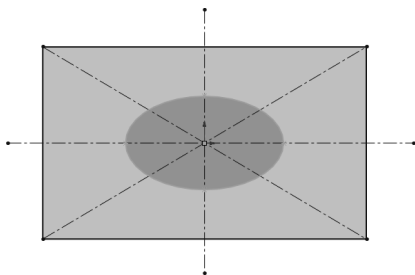

图 2-119 绘制椭圆操作
STEP ④ 单击“草图”工具栏中的“椭圆”按钮, 以草图中心点为圆心, 两次拖动并单击绘制一椭圆, 如图 2-119 所示。